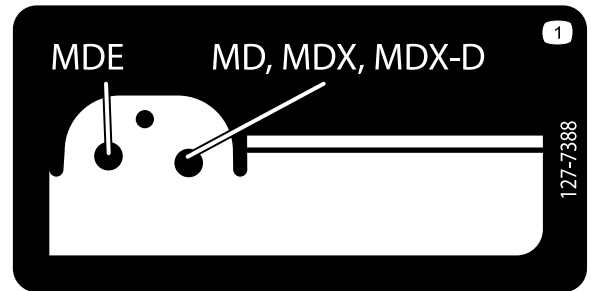

Figure 23
6. Identifiez dans quel trou des supports de levage extérieur et intérieur est situé l'axe de chape de la tige du vérin de levage pour votre machine ; reportez-vous à l'autocollant sur le support intérieur (Figure 23).